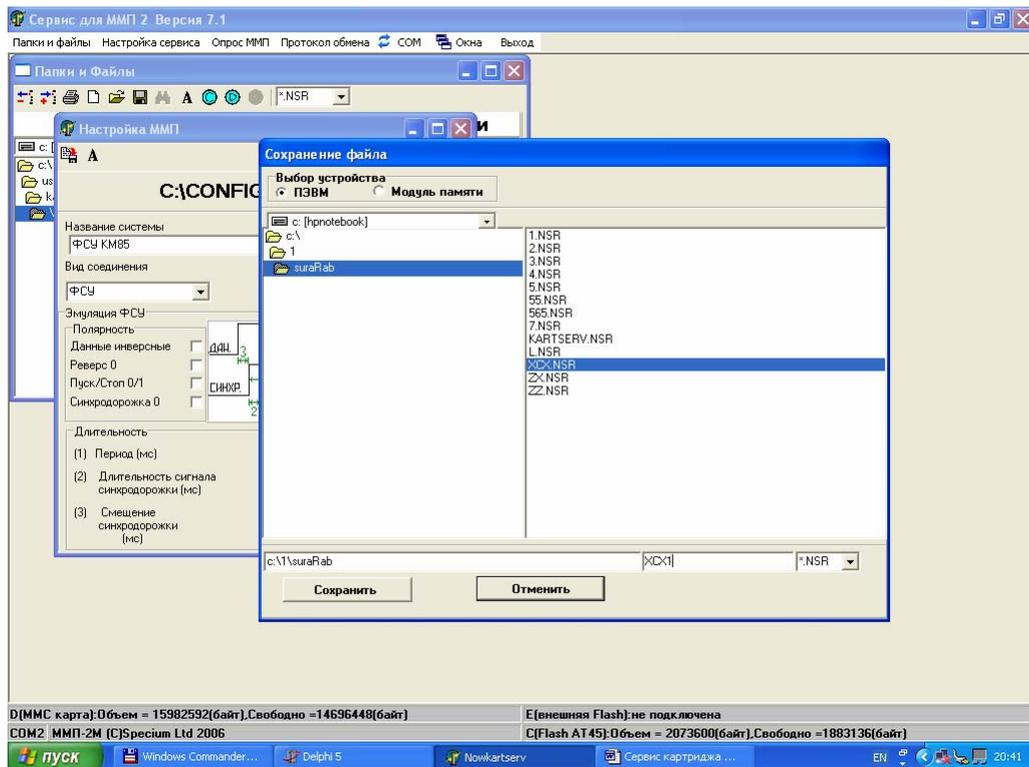

Рисунок 15. Окно сохранение файла. Сохранение файла в каталоге ПЭВМ.
- выбрать устройство записи файла, по умолчанию выбирается ПЭВМ (рисунок 15),